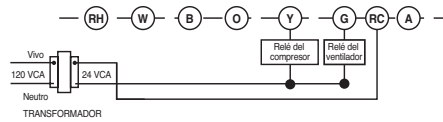
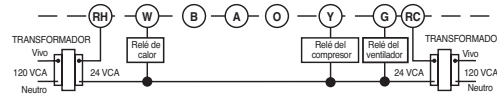

Figura 2. Diagrama de conexiones típico para sistemas de calor/frío de un solo transformador
Figura 3. Diagrama de conexiones típico para sistemas de calor/frío de dos transformadores
- Si su sistema tiene más de dos cables: Consulte en el cuadro de referencia las conexiones correctas. Si tiene un sistema de frío/calor de cuatro cables, deje conectado el puente instalado en fábrica entre **RC** y **RH** (vea la figura 2). Si su sistema tiene cinco cables, retire el puente instalado en fábrica entre **RC** y **RH** (vea la figura 3).